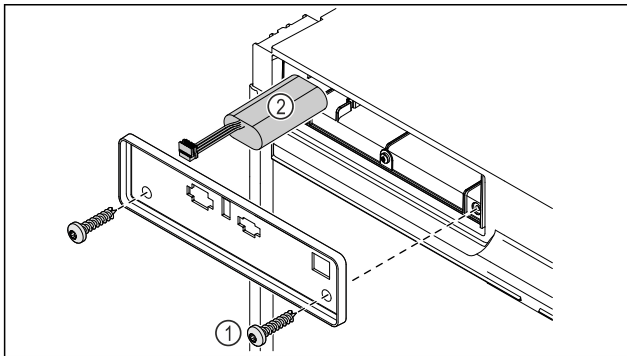

Fig. 189
- ▶ Irrota ruuvit ja poista kansi laitteen taustapuolelta Fig. 189 (1).
- ▶ Irrota paristo liittimistään ja poista paristo Fig. 189 (2).